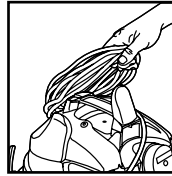

FIGURA 20
45. Tome todo el cable que está detrás de la manija y tire de él por encima del soporte posterior de enrollado de cable, tire del cable hacia la parte frontal de la aspiradora hasta que el mismo se desconecte del soporte de enrollado frontal. **FIGURA 20.**